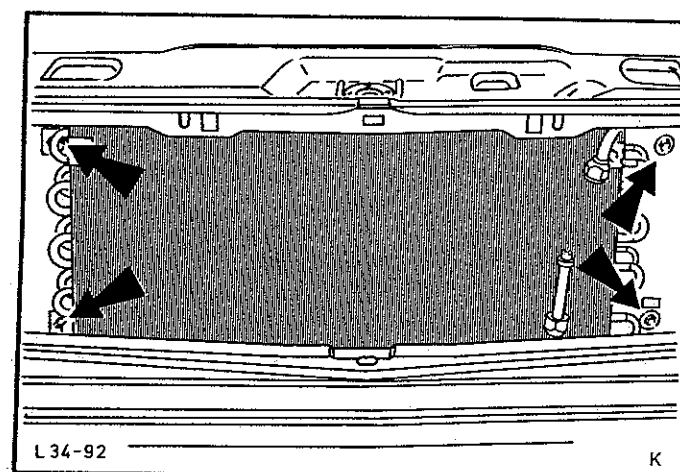

Abb.52 Kondensator am Kühlerhalteblech befestigen
10. Kondensator von innen einsetzen, an Kühlerhalteblechen mit 4 Schrauben befestigen, Abb.52, und Druckschlauch an Kondensator anbringen.